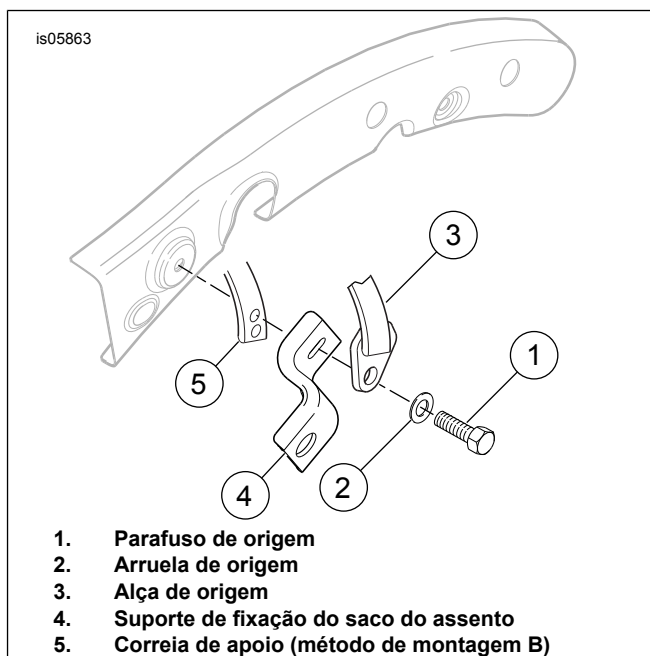
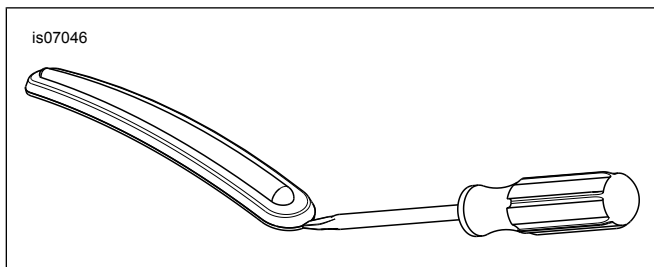

Figura 4. 2013 e anterior: Retire a alça e instale o kit 53051-09
Figura 5. Remoção da faixa de acabamento do para-lama
2. Ver a Figura 4. Remova o parafuso do lado esquerdo (1) e a anilha (2) para remover o suporte (4) e correia do passageiro (3).
3. Retire o parafuso com a respetiva anilha de bloqueio (D) que se encontra na parte de trás do assento instalado.
4. **TODOS os kits exceto 53051-09:** Remova as duas porcas flangeadas (E) dos pinos (F) na frente do guarda-lamas traseiro.
- b. Ver a Figura 5. Introduza a ponta da chave de fendas entre a chanfradura cromada e a faixa de acabamento de borracha.
4. Ver a Figura 4. Instale a correia de apoio (5) atrás do suporte de montagem do alforje (4).